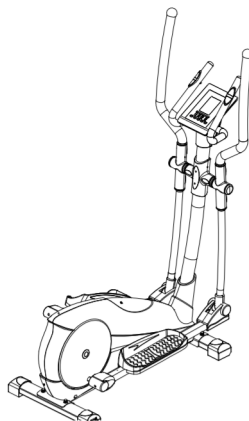

Figura 3.1: Boceto de bicicleta elíptica.
- **Bicicleta elíptica (Figura 3.1):** Inspección y apriete regular de todas las piezas de la máquina. Reemplazo de cualquier pieza gastada. Para la limpieza usaremos un paño húmedo con una pequeña cantidad de jabón suave. Engrasaremos las partes móviles que puedan sufrir deterioro por rozamiento.